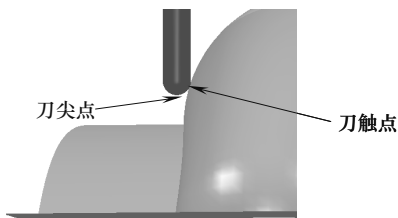

图 4-53 刀触点与刀尖点
(5) 接触点边界 接触点边界由本工步加工用刀具加工模型时的刀触点形成边界。刀触点与刀尖点如图 4-53 所示。